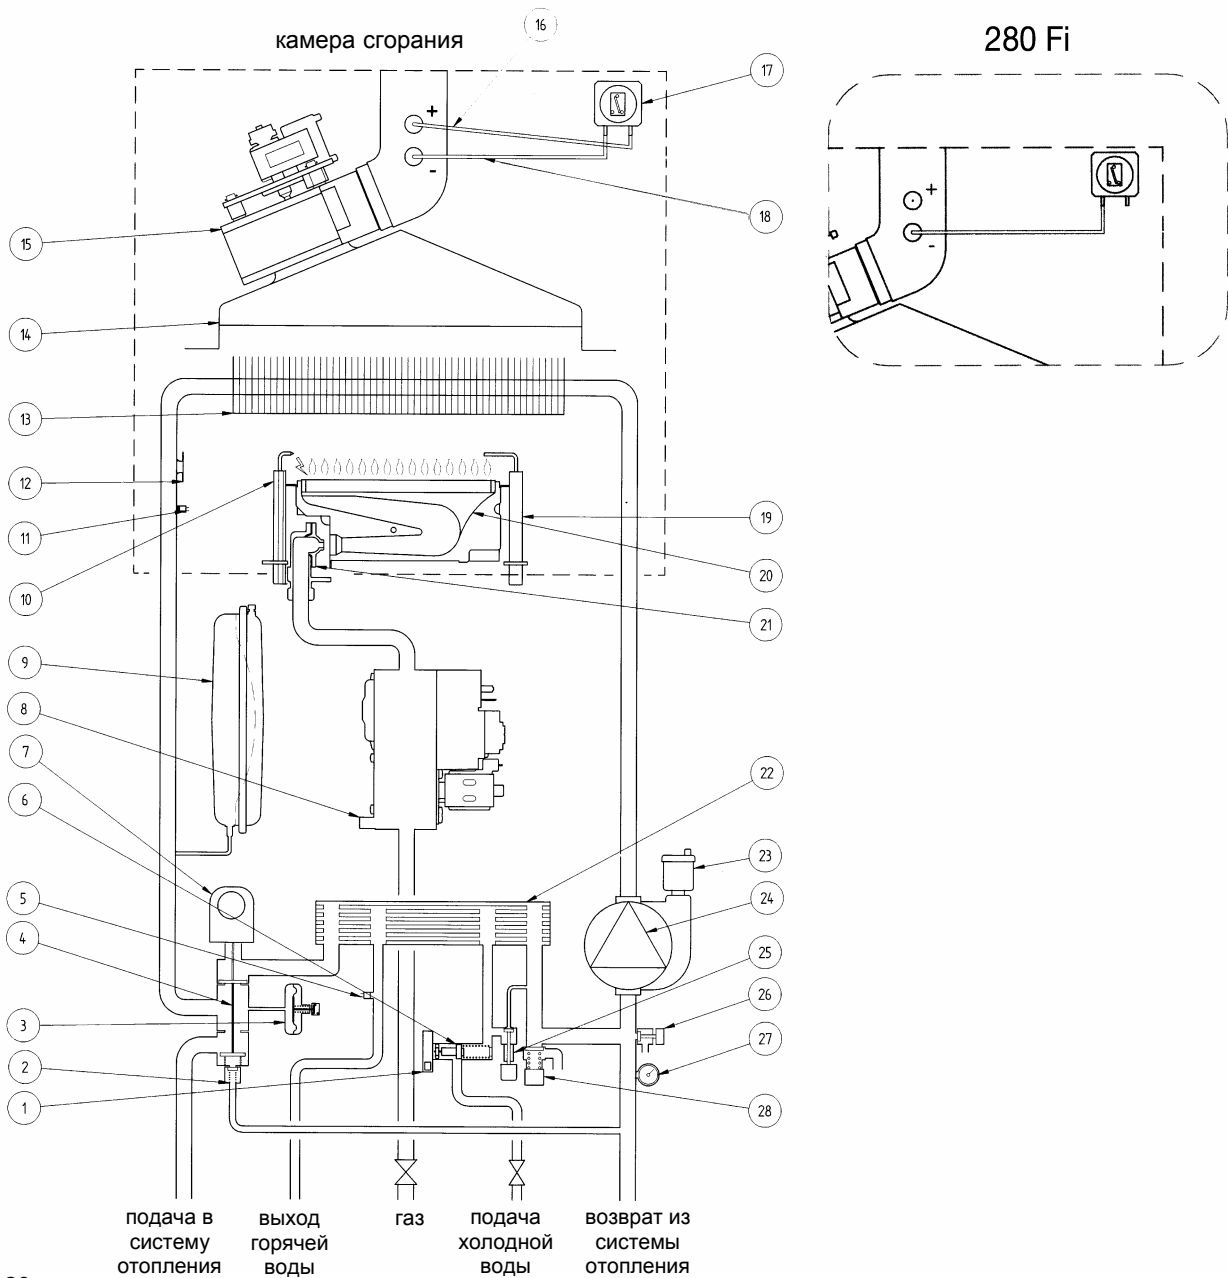

Рис.20
- **Термостат перегрева** - благодаря датчику (позиция 12 Рис.20 – позиция 11 Рис.21), установленному на выходной трубе первичного теплообменника, в случае перегрева воды первичного контура прекращается подача газа в горелку. При этом котел останавливается. После устранения причины, вызвавшей блокировку, возможно повторное включение. Для этого необходимо перевести переключатель режимов (Рис.2) в позицию (R) как минимум на 2 сек.
Электрод для определения наличия пламени (позиция 19 Рис.20 – позиция 15 Рис.21), расположенный с правой части горелки, гарантирует безопасность работы и блокирует котел при нарушении подачи газа или неполном горении основной горелки.
- Водяной сбросной клапан системы отопления** (позиция 28 Рис.20 - позиция 25 Рис.21) - настроен на давление 3 бар и установлен в системе отопления.